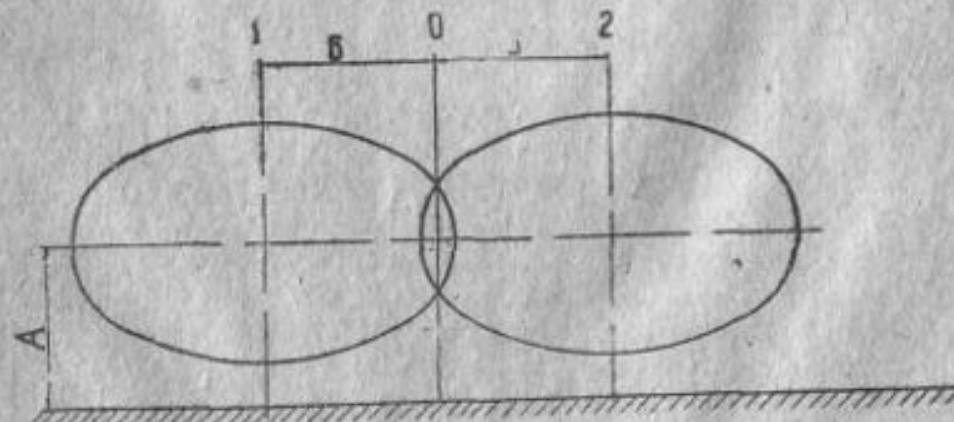

Рис. 49. Регулировка фар.
1. Установить мотоколяску без нагрузки на ровной горизонтальной площадке перед стеной или специальным экраном на расстоянии 7,5 м от него нанесенными на них ориентирами — тремя вертикальными и одной горизонтальной линиями — для установки центров световых пятен фар (рис. 49).